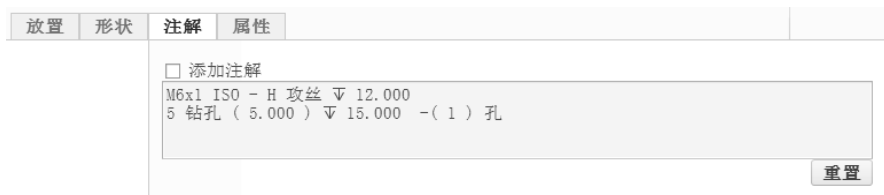

图 6-27 取消选中“添加注解”复选框
7) 在“孔”选项卡中打开“注解”面板。取消选中“添加注解”复选框，如图 6-27 所示。